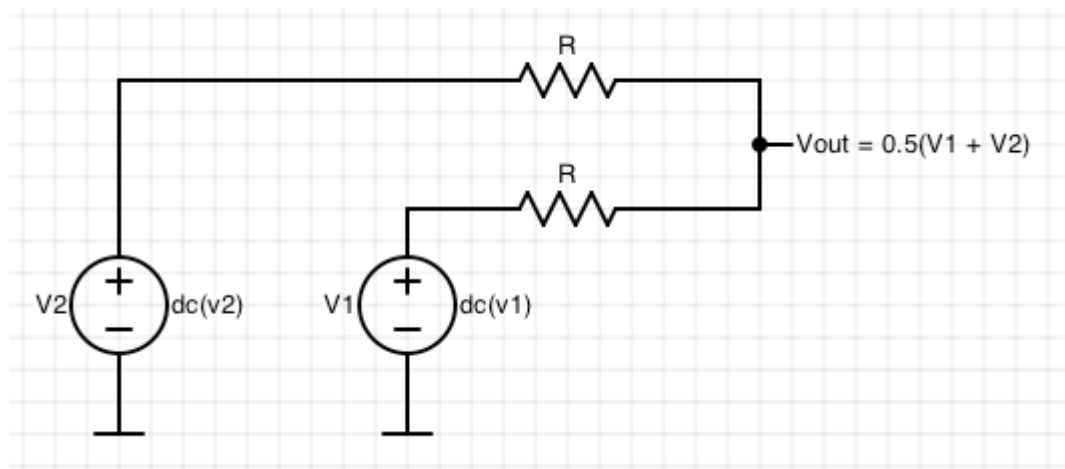

Рис.1.1. Схема суматора напруг на резисторах
1.1. Побудувати суматор напруг на 2 входи з резисторів однакових номіналів (рис.1.1). Для гарного узгодження за напругою та з метою зниження струму, що протікатиме у колі, номінали резисторів необхідно обирати порядку кількох десятків КОм (50-100 КОм);